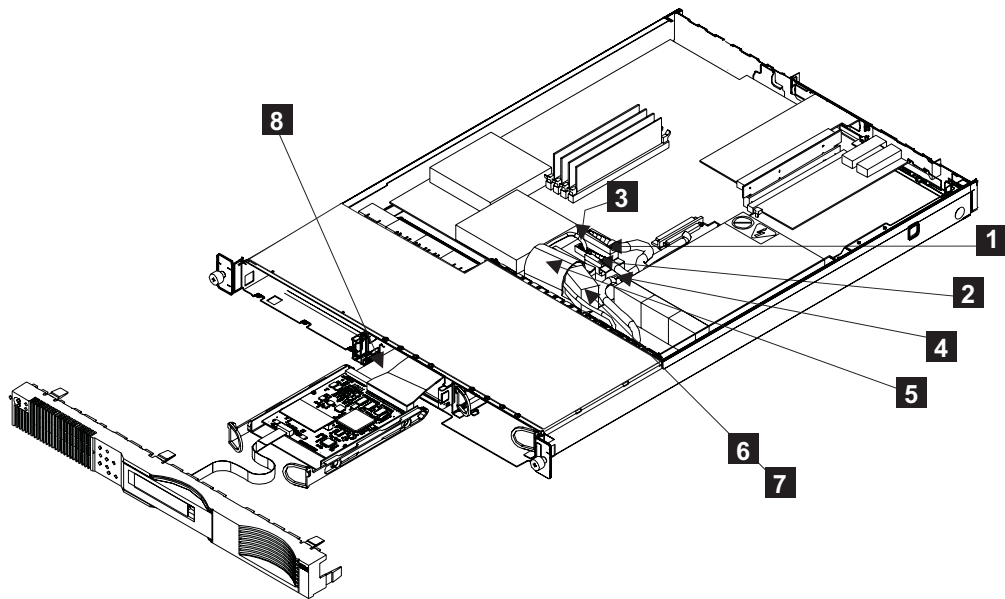

図 108. サービス・コントローラ・ケーブル
5. 電源コネクタ P1 **1** と電源コネクタ P2 **2** のラッチを押して、システム・ボードから切り離します。図 108 を参照してください。